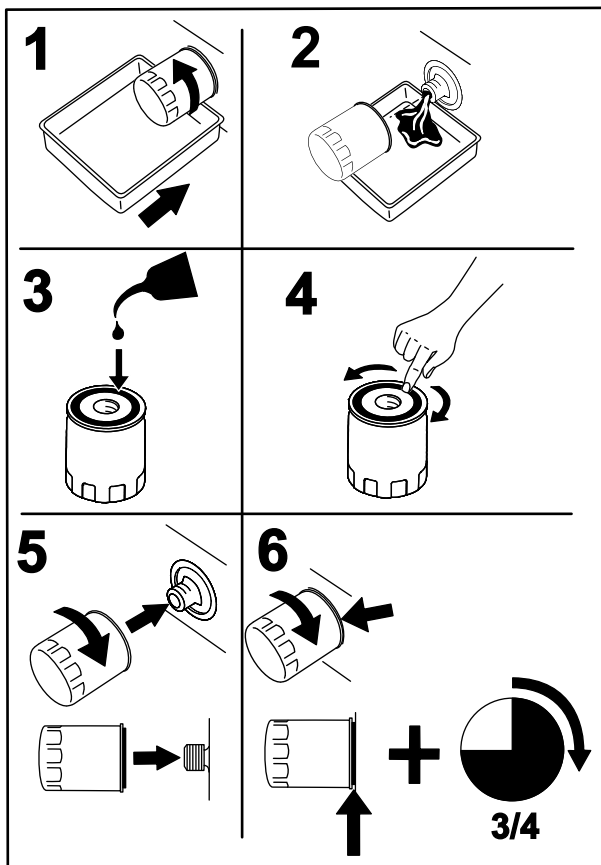

Figura 72
9. Coloque un recipiente debajo del filtro del colector (Figura 72).